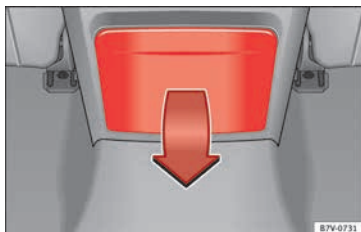

Fig. 191 Parte posterior de la consola central: desplegar los portabebidas.
- Para **abrir**, desplegar hacia abajo el portabebidas, en el sentido que indica la flecha » **fig. 191**.